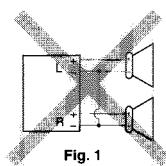
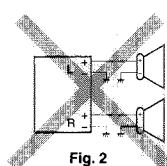
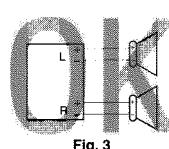

Fig. 1
Fig. 2
Fig. 3
- If the speaker wiring in your car is as illustrated in Fig. 1 and Fig. 2 below, DO NOT connect the unit using that original speaker wiring. If you do, the unit will be seriously damaged. Redo the speaker wiring so that you can connect the unit to the speakers as illustrated in Fig. 3.
- If the speaker wiring in your car is as illustrated in Fig. 3, you can connect the unit using the original speaker wiring in your car.
- Ist die Lautsprecherverdrahtung wie unten in "Fig. 1" und "Fig. 2" abgebildet, das Gerät NICHT mit der Originalverdrahtung der Lautsprecher anschließen, da sonst das Gerät schwer beschädigt wird.
- Die Lautsprecherverdrahtung erneuern, so daß Sie das Gerät an den Lautsprechern wie in "Fig. 3" abgebildet anschließen können.
- Ist die Lautsprecherverdrahtung in Ihrem Auto wie in "Fig. 3" abgebildet, können Sie das Gerät mit der Originalverdrahtung der Lautsprecher in Ihrem Auto anschließen.
- Si le câble des enceintes de votre voiture est réalisé comme montré sur la Fig. 1 ou Fig. 2 ci-dessous, NE CONNECTEZ PAS l'appareil en utilisant ce câblage original d'enceintes. Si vous le faites, l'appareil sera sérieusement endommagé. Recommandez le câblage des enceintes de façon que vous puissiez connecter l'appareil aux enceintes comme montré sur la Fig. 3.
- Si le câblage des enceintes de votre voiture est comme montré sur la Fig. 3, vous pouvez connecter l'appareil en utilisant ce câblage original d'enceintes pour votre voiture.